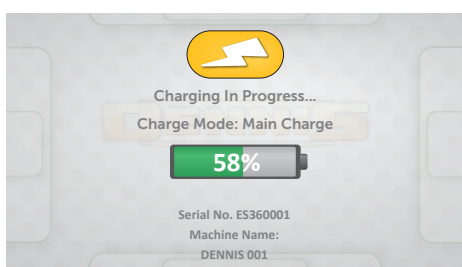

Fig. 17D - Indicatore di avanzamento della carica
4. Il display della macchina ora mostra che la macchina è in modalità di ricarica (Fig. 17D). Sul caricabatterie si vedrà anche una spia rossa fissa, che conferma che la ricarica è in